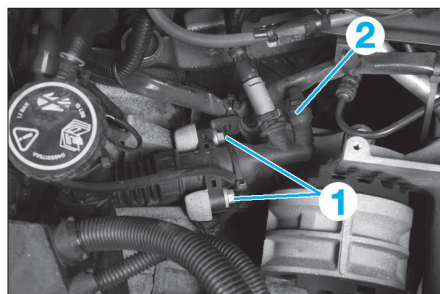

FIG. 5
• Déboîter les rotules des câbles de commande (2).
- le support (3) des câbles de commande.
- les 2 vis (1) (Fig.5) de fixation du cylindre récepteur d'embrayage.